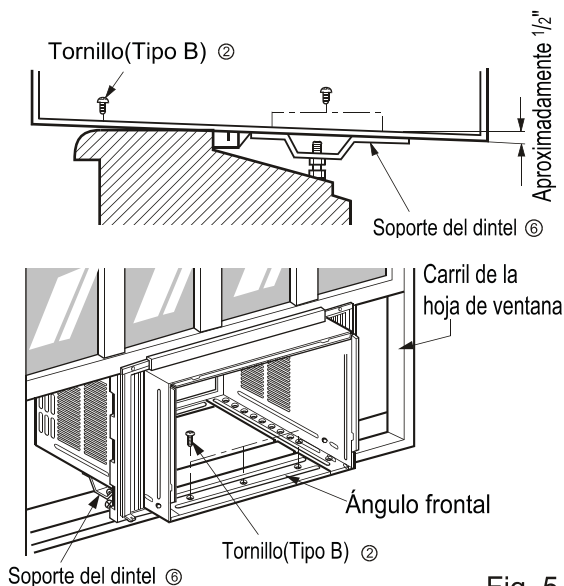

Fig. 5
5. Introduzca las guías de los marcos ① en la parte inferior de la carcasa con la parte delantera de la guía del marco enfocado hacia la parte delantera de la carcasa. FIG.5
6. Inserte el marco de la cortina en la guía superior las guías del marco FIG.5
7. Fije las cortinas a la unidad con 4 tornillos tipo A FIG.5
6. El gabinete debe ser instalado con una ligera inclinación (aproximadamente 1/2") de modo que el lado externo quede hacia abajo (ver Fig. 5) Ajuste el perno y la tuerca del soporte al dintel ⑥ para equilibrar el gabinete.
7. Agregue el gabinete al asiento de la ventana colocando los tornillos ② (Tipo B : Largo 16mm 5/8 - pulgadas - abajo.) a través del ángulo frontal en el asiento de la ventana.
8. Tire cada marco de la cortina ⑤ completamente para cada carril de hoja de ventana y repita el paso 2.
9. Agregue cada marco de la cortina ⑤ de la hoja de la ventana usando tornillos ③ (Tipo C)